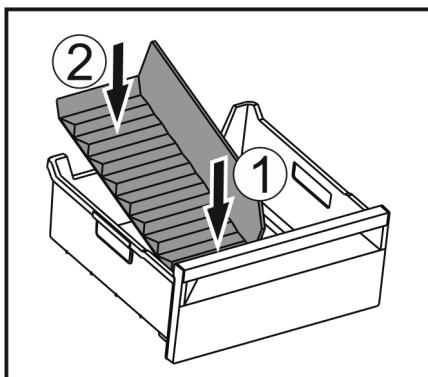

Fig. 107
- ▶ Introduceți partea frontală a separatorului pentru compartimentul de gheăță. Fig. 107 (1)
- ▶ Coborâți partea posteroară a separatorului pentru compartimentul de gheăță până la baza sertarului. Fig. 107 (2)